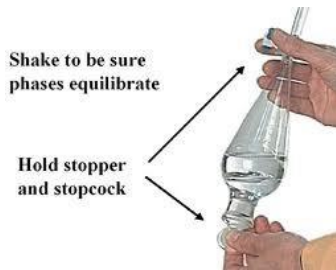

Figura 6.
- (e) Agitar el embudo de decantación durante dos minutos (figura 6).